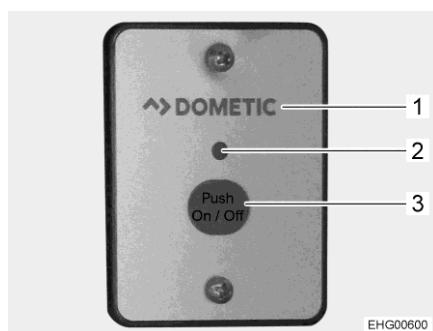

Fig. 151 Interruttore esterno (invertitore)
**Ubicazione interruttore esterno** L'interruttore esterno (Fig. 151,1) è installato nell'armadietto pensile sopra il tavolo.
*Accensione:* ■ Premere il tasto "On/Off" (Fig. 151,3). Il LED (Fig. 151,2) si accende.
*Spegnimento:* ■ Premere il tasto "On/Off" (Fig. 151,3). Il LED (Fig. 151,2) si spegne.